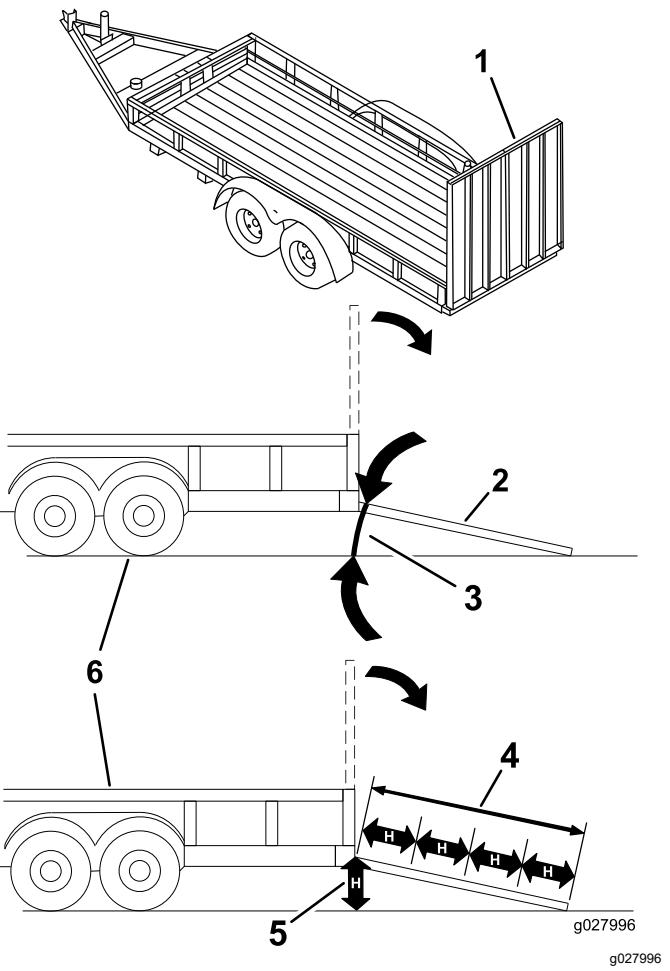

Figure 32
Le chargement d'une machine sur une remorque ou un camion augmente les risques de renversement et peut provoquer des blessures graves voire mortelles (Figure 32).
3. Abaissez la rampe pour que l'angle avec le sol ne dépasse pas 15 degrés (Figure 32).
1. Abaissez la rampe pour que l'angle avec le sol ne dépasse pas 15 degrés (Figure 32).